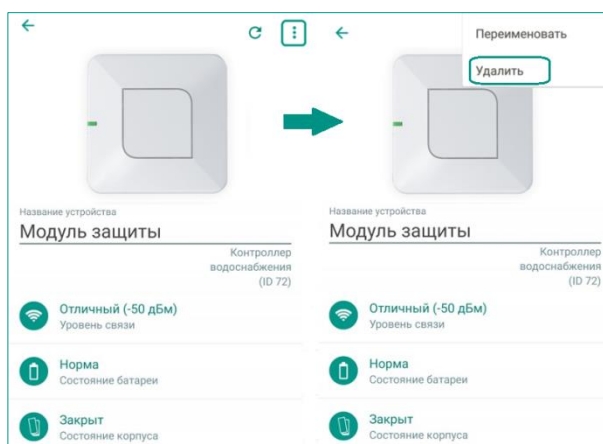

Рисунок 16.1 – Вызов меню на экране настройки модуля
- 1) В приложении на экране настройки модуля (см. рисунок 16.1).